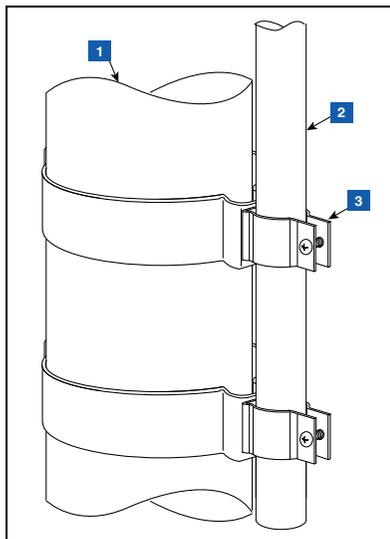

Figure 29. Fixation du conduit de 12,7 mm à la bride de 12,7 mm sur le tuyau ascendant
2. Fixez le conduit de 12,7 mm (1/2") aux brides métalliques de 12,7 mm (1/2") comme illustré à la Figure 29, et serrez. Les boulons sont intégrés aux brides, et ne nécessitent pas d'écrou de fixation.
LÉGENDE DE LA FIGURE 29